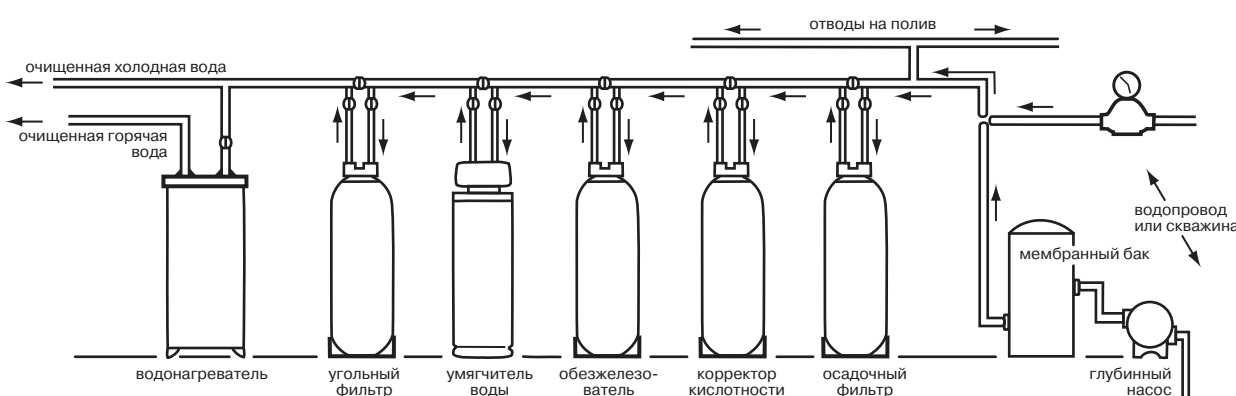

Рис. 5. Полная система очистки воды
- Размещайте умягчитель в водяной магистрали после всего установленного оборудования по кондиционированию воды, за исключением угольных фильтров, улучшающих органолептические свойства воды. Всегда устанавливайте умягчитель до водонагревателя (см. **рис. 5**). Для снижения риска обратного тока горячей воды трубопровод между умягчителем и водонагревателем должен быть как можно более протяженным.